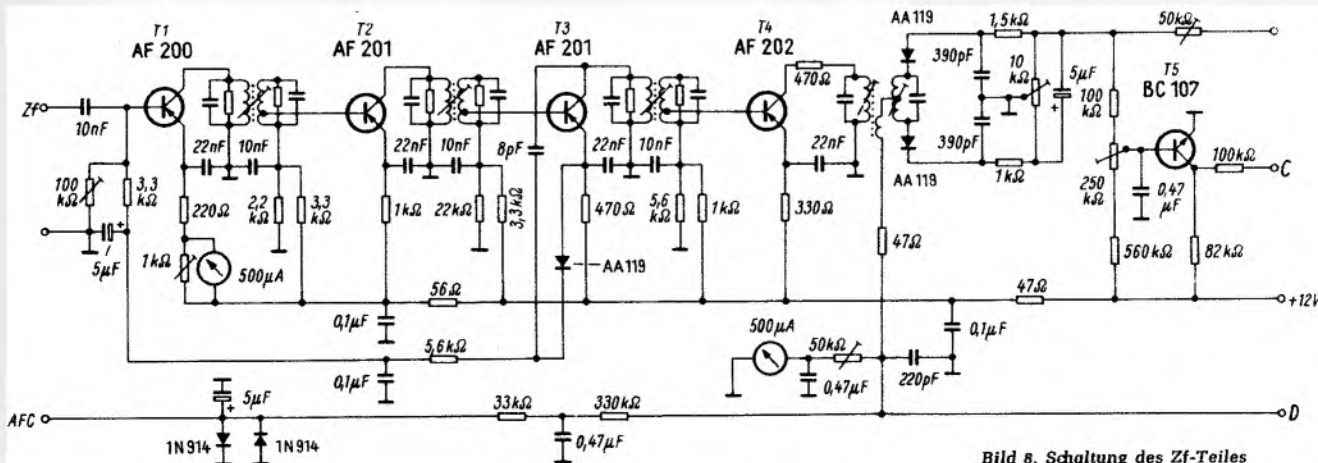

Bild 8. Schaltung des Zf-Teiles
1. AFC abschalten, Skalenzeiger auf unteres Bereichsende drehen, Meßsender mit 60-Ω-Kabel an 60-Ω-Antenneneingang anschließen, mit möglichst kleinem Signal L 9 bei 87,5 MHz auf maximale Spannung am Ratio-Elektrolytkondensator (vgl. Bild 8) trimmen.
Der vierstufige, durch Bandfilter gekoppelte Zf-Verstärker (10,7 MHz) ist mit hochverstärkenden, rückwirkungsarmen Mesa-transistoren bestückt (Bild 7). Die benutzten Görler-Bandfilter sind leicht unterkritisch gekoppelt und wegen der bei Stereoempfang erforderlichen Bandbreite zusätzlich noch mit eingebauten Widerständen bedämpft (Bild 8). Verlangt wird eine Über-
bei fehlender Ratiospannung durchschaltet. Den Schalterpunkt bestimmt der 250-k $\Omega$ -Trimmwiderstand in Bild 8. Dieser ist so einzustellen, daß schwache Sender noch nicht unterdrückt werden.